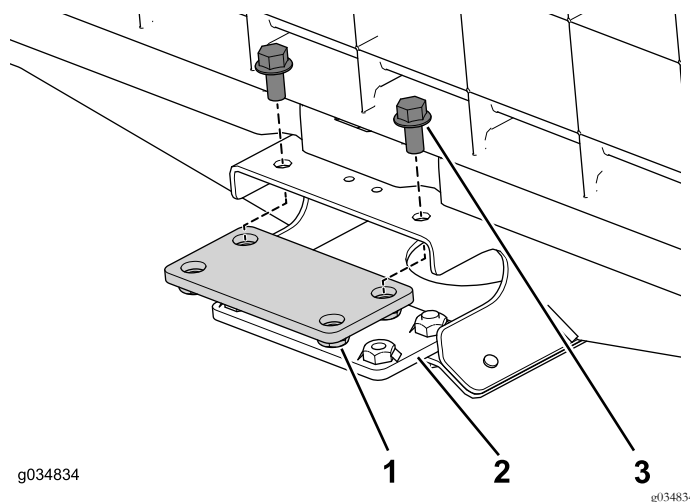

Figure 21
- Avec les 4 boulons à embase ($\frac{3}{8}$ " x $\frac{3}{4}$ "), fixez légèrement les plaques de raccordement supérieure et inférieure au profilé central de la section avant (Figure 21).